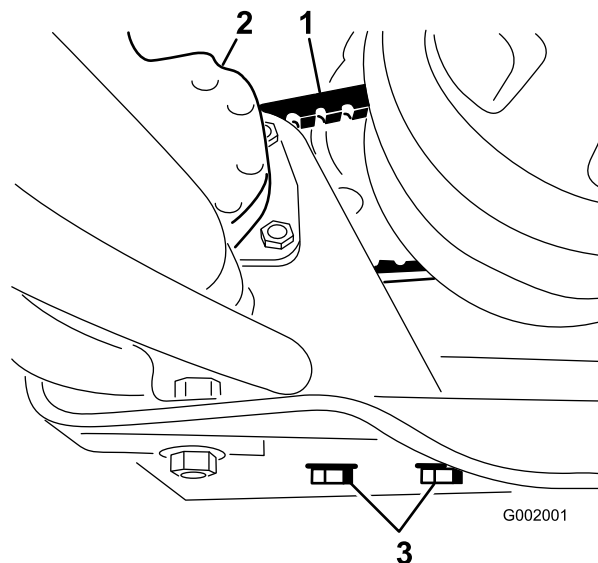

Figura 65
2. Desaperte os parafusos de montagem da bomba de direcção (Figura 65).